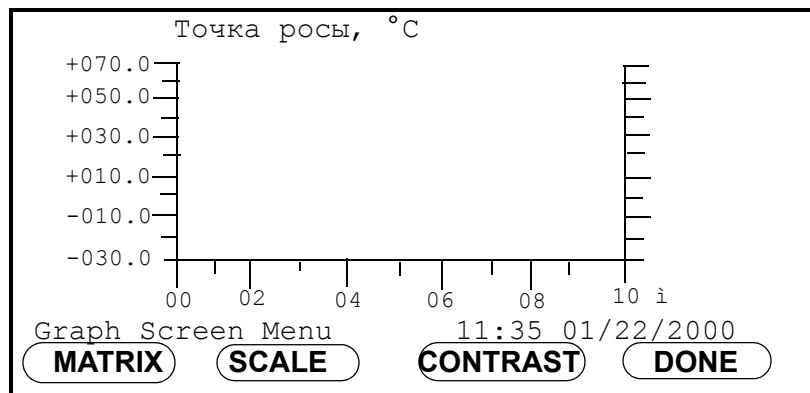

Рис. 3-6: Меню экрана графики для линейной графики
2. В *Option Menu* (*Меню опций*), нажмите клавишу меню [SCREEN]. Теперь вы находитесь в *Graph Screen Menu* (*Меню экрана графики*) (см. рис. 3-6 ниже).